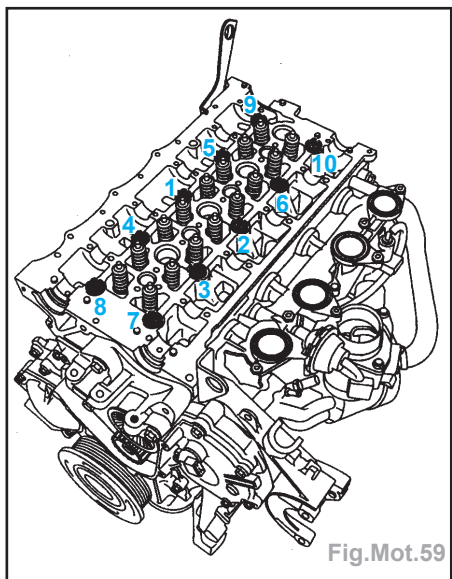

Fig.Mot.59
- Effectuer le serrage de la culasse suivant l'ordre (Fig.Mot.59) :